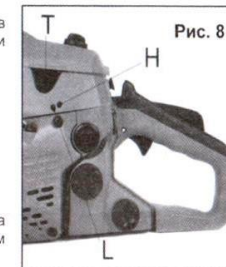

Рис. 8
- Карбюратор имеет три области регулировки (См. Рис. 8):